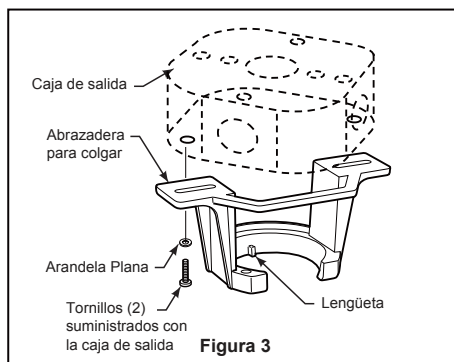

Figura 3
Uso del soporte (Figura 3)
- ☐ 3. Retire los seis tornillos preensamblados de la arandela del acoplador del motor del ensamble del motor y guárdelos para volverlos a instalar en el paso 7. (Figura 3)
- ☐ 3. Introduzca los cables de color negro, azul y blanco a través de la varilla. (Figura 3)
1. Fije bien la abrazadera para colgar a la caja de salida (no se incluye) con los tornillos y las arandelas provistas con la caja de salida. (Figura 3)
- ☐ 3. Extraiga uno de los tres tornillos del ensamble de la placa de iluminación. Guárdelos para después y afloje levemente los otros dos tornillos. (Figura 3)
3. Verifique el funcionamiento del ventilador jalando suavemente de la cadena del tirador del ventilador. (Figura 3)